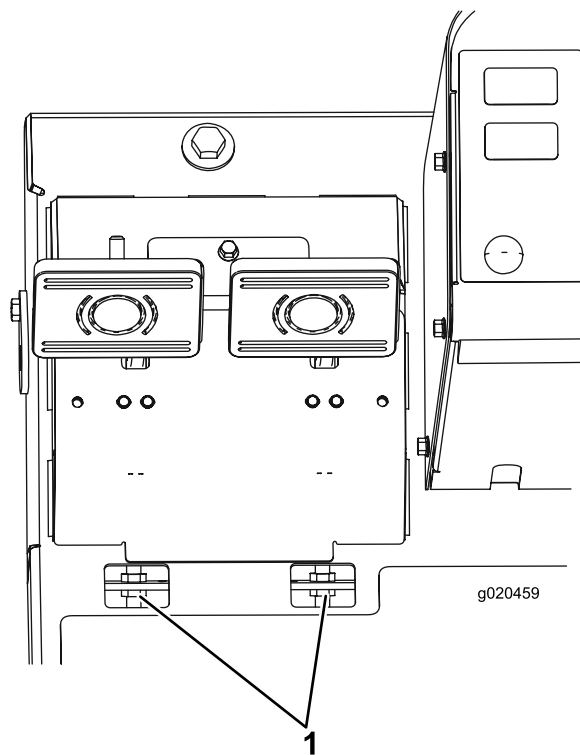

Figura 71
- B. Desaperte a porca dianteira na extremidade roscada do cabo do travão (Figura 71).